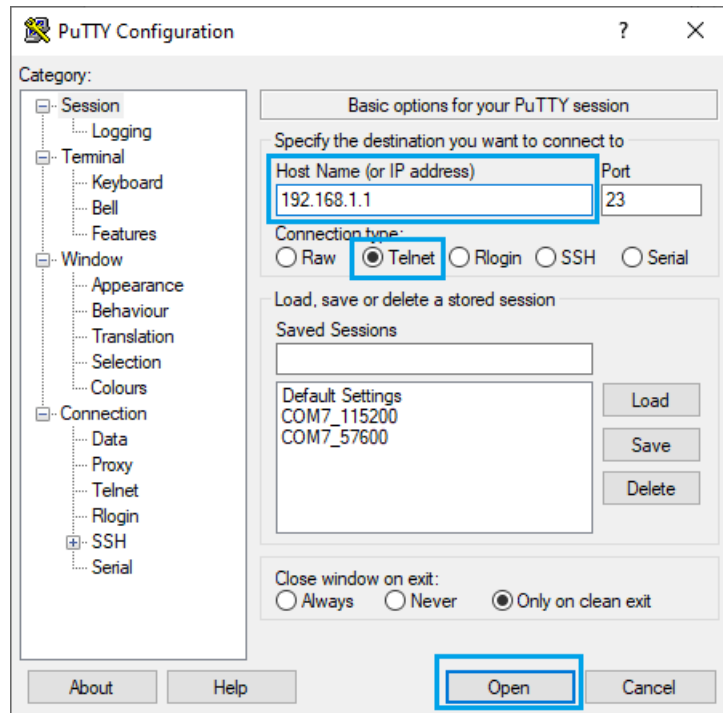

Рисунок 2.2.6 – Установка параметров
- 5 Откройте соединение «**Open**» (рисунок 2.2.6).